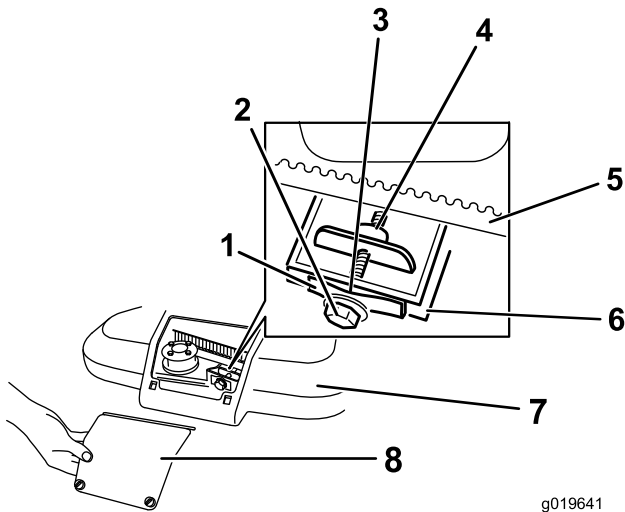

Figura 39
1. Afloje los 2 tornillos del panel de acceso a la cubierta de la correa y retire el panel (Figura 39).
3. Sujete una galga de 0,255 mm, un trozo de papel o una tarjeta contra el tabique y deslícela hacia abajo por detrás del muelle tensor de la correa (Figura 39).
Nota: Si hay un espacio visible entre la galga y el muelle, apriete el perno de ajuste y la contratuerca hasta que el papel apenas pueda deslizarse libremente por el espacio (Figura 39).